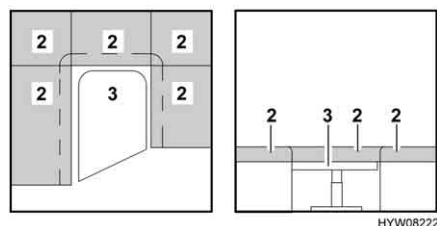

Fig. 74 Durante la trasformazione
- Trasformare il tavolo (Fig. 74,3) in struttura di supporto letto (vedi paragrafo 6.9).